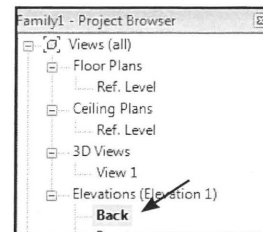

Fig. 04.21. Project Browseren.
- Stå i *Back* i *Project Browseren* (Fig. 04.21).